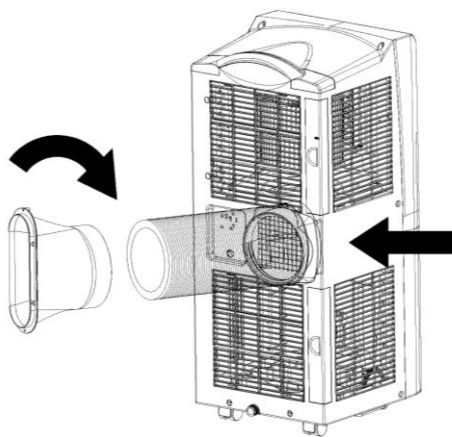

Figura 1
2) insira o conjunto do tubo de exaustão (a extremidade da junta de exaustão) na ranhura de ventilação do painel traseiro (empurre para a esquerda) e conclua a montagem( conforme indicado na figura 1).